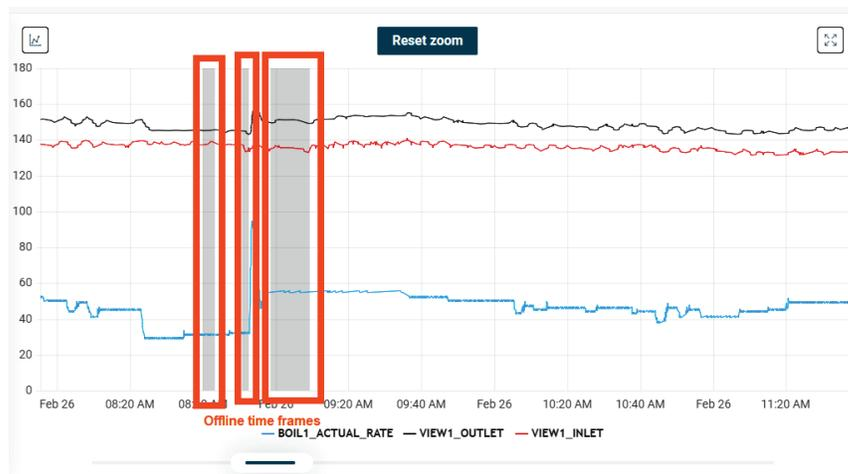

Figure 74. Discontinuité dans l'acquisition de données
7. Les intervalles de temps pendant lesquels l'appareil à été hors ligne sont grisés sur le graphique, voir **Figure 74**.